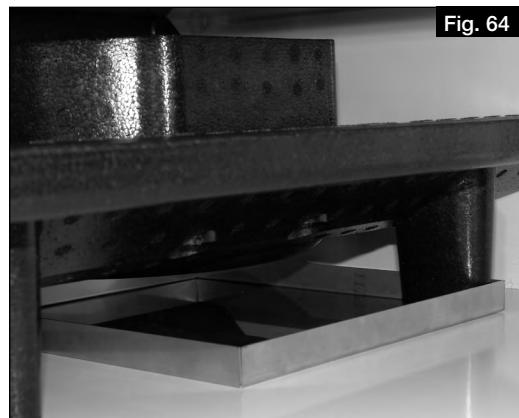
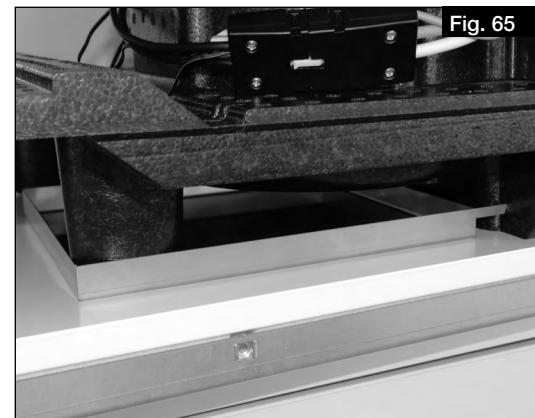

Fig. 64
Fig. 65
**Les bacs métalliques empêchent l'accumulation de condensat dans cette zone et il est essentiel de vérifier qu'ils sont correctement positionnés (voir Fig. 64 et Fig. 65).**